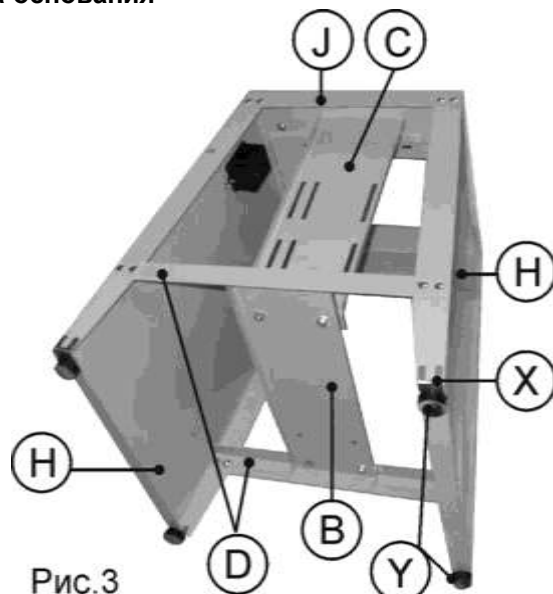

Рис.3
- 8.1.1. Установите четыре накладки (X) и четыре подушки (Y) на передней и задней панелях (H), Рис. 3.
- 8.1.2. Соедините переднюю и заднюю панели (H) двумя нижними уголками (D) при помощи болтов с квадратными подголовками, шайб и гаек, Рис. 3.
- 8.1.3. Установите верхнюю плиту (J) и закрепите ее при помощи болтов с квадратными подголовками, шайб и гаек, Рис. 3.
- 8.1.5. Установите нижнюю плиту (B) при помощи болтов с квадратными подголовками, шайб и гаек, Рис. 3.